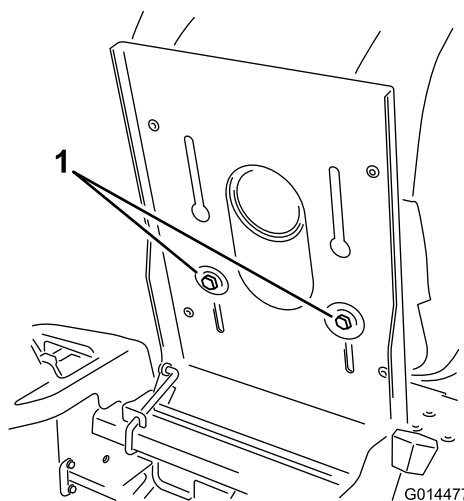

Figure 24
1. Soulevez le siège et desserrez les boulons de réglage jusqu'à ce que vous puissiez déplacer le siège (Figure 24).